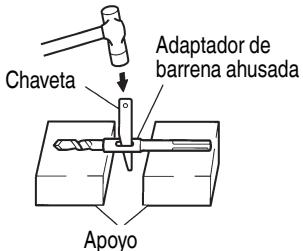

Fig. 22
- (2) Ponga en ON el interruptor de alimentación y perfore un agujero de base.
- (3) Después de eliminar el polvo con una jeringa, fije la clavija en la extremidad del anclaje e introduzca el anclaje con un martillo de mano.
- (4) Para sacar la broca con la barrena ahusada introduzca una chaveta en la ranura del adaptador de barrena ahusada, ponga apoyos debajo del martillo perforador y golpee la chaveta con un martillo de mano. (Fig. 22)